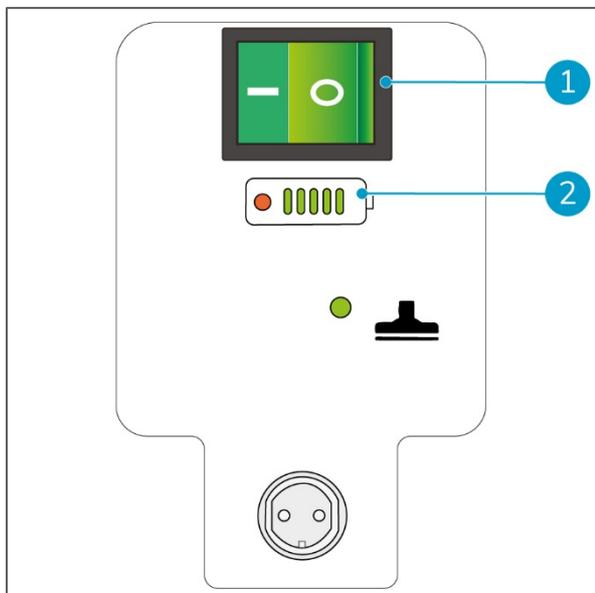

Figure 17
2. Appuyez sur l'interrupteur ON/OFF (Figure 17, pos. 1) pour allumer l'i-vac 9B®. Le voyant vert de l'interrupteur ON/OFF s'allume.
3. Vérifiez l'affichage de l'état de puissance de la batterie sous l'interrupteur ON/OFF (Figure 17, pos. 2). Voir la section 2.1.
4. Appuyez sur l'interrupteur ON/OFF (Figure 17, pos 1) pour éteindre l'i-vac 9B.